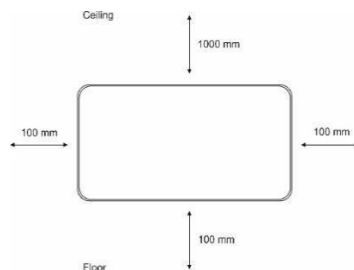

Figura 3. Distanța minimă față de alte obiecte la montarea pe perete
- 1) Determinați locul unde urmează să fie instalat aparatul, având grijă să asigurați distanțe minime față de alte obiecte, tavane și podele (figura 3).